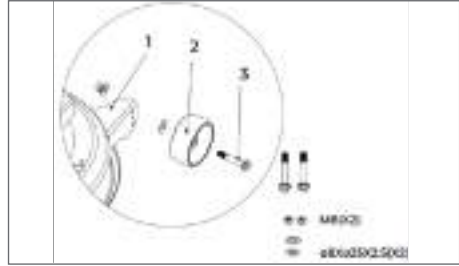

Рис. 12
6.11. Установка противоскользящих колёс (рис.12)
- Установите противоскользящие колёса (рис. 12, поз. 2) на корпус рамы (рис. 12, поз. 1) с помощью болта (рис. 12, поз. 3) и шайбы (Ø8хØ25х2.5), гайки (МВ). Прodelайте аналогичную операцию, с другой стороны.